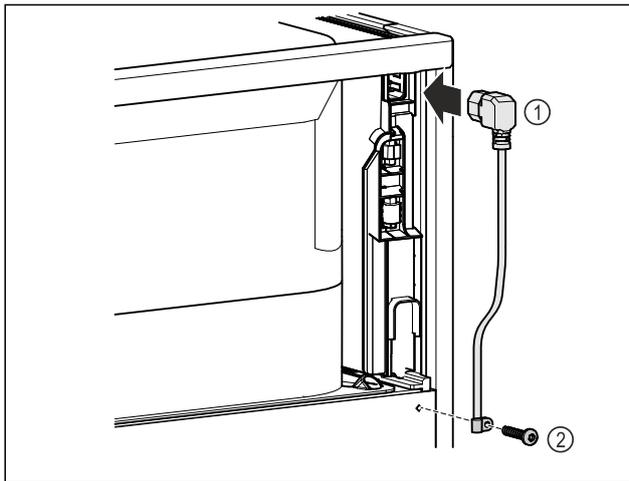

Fig. 48
- ▶ Kaltgerätebuchse der Netzanschlussleitung Fig. 48 (1) auf der Rückseite des Gerätes einstecken.
- ▶ Zugentlastung montieren. Fig. 48 (2)